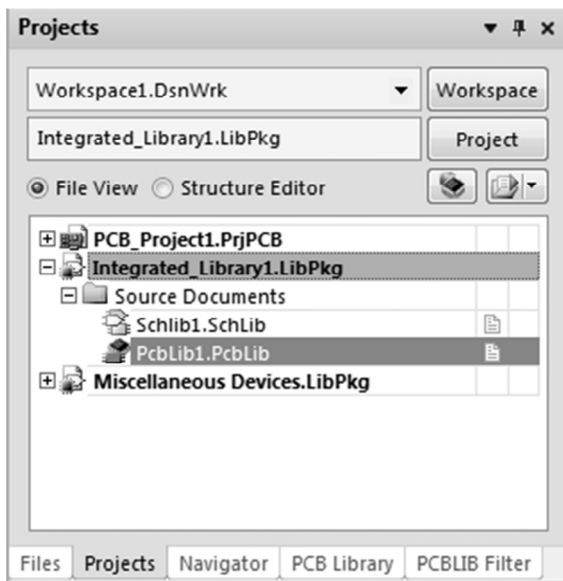

Рис. 2.10. Пакет библиотек после добавления библиотеки ПМ
2. Переименуйте файл библиотеки, для этого выполните **File → Save As...** и задайте имя, например, '*PCB Footprints.PcbLib*'. В пакете библиотек будет теперь два исходных файла (рис. 2.10).